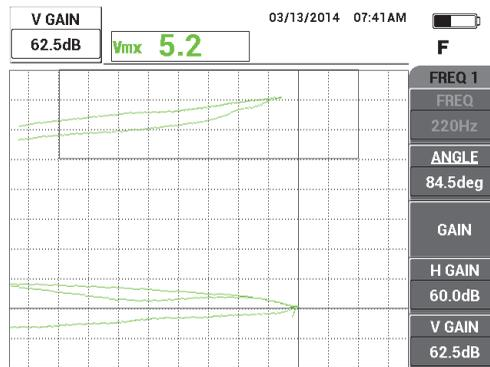

Figura 5-26 Regolazione del guadagno verticale
7. Premere tre volte il tasto GAIN (**dB**) per accedere al parametro GUAD.VER. ed in seguito aumentare il guadagno verticale fino a quando il segnale raggiunge l'ultima frazione verticale sulla schermata, equivalente al 90% dell'altezza dello schermo (vedere Figura 5-26 a pagina 154).